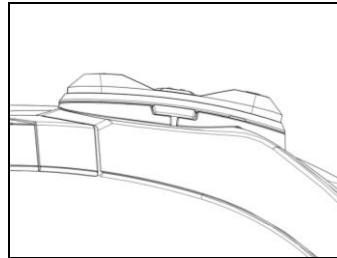

Fig. 21
- Fastgør tastaturet til styrthjelmanen ved at indkoble de relevante kroge (Fig. 21).